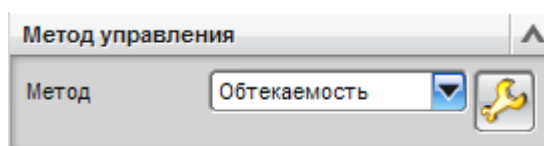

Рис. 2.61. Вкладка метода управления
- нажмите **Изменить**  в настройках метода управления **Обтекаемость** (см. рис. 2.61).